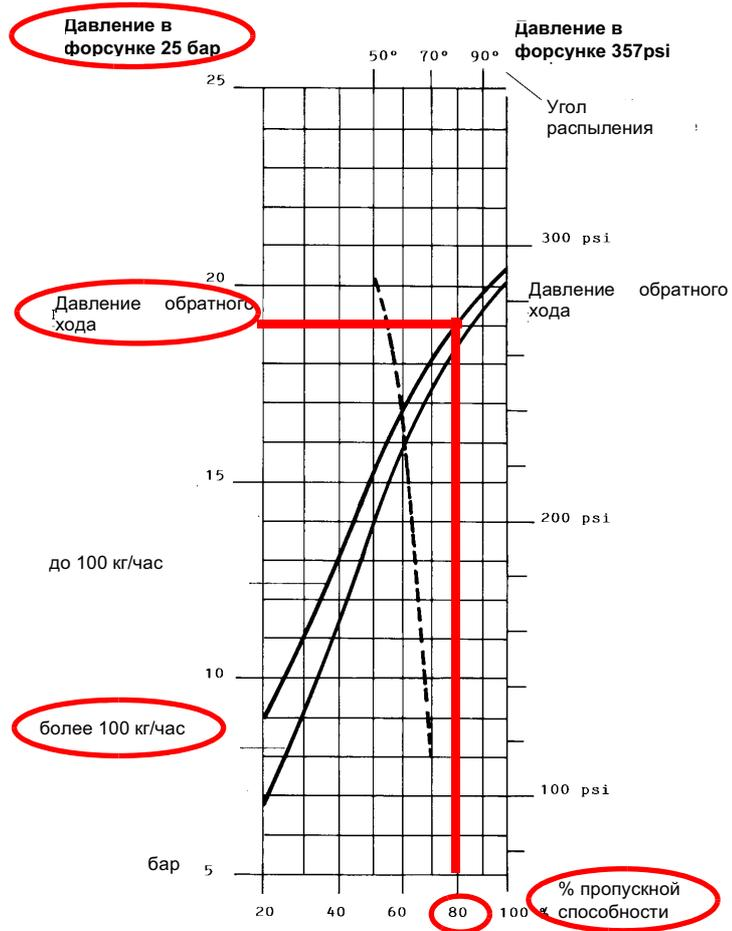
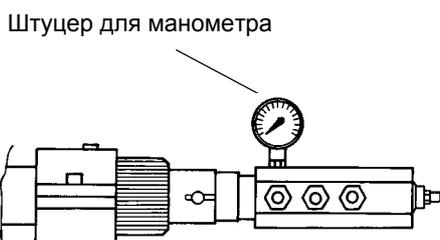
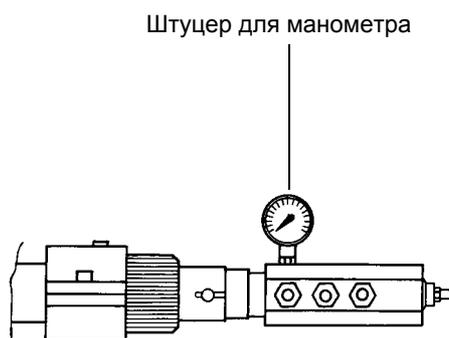

Рис. 28
Рис. 30
Рис. 32
Расход мазутного топлива регулируется за счет выбора форсунки (противопоточного типа), соответствующего мощности котла и типу применения размера, а также регулировки давления на прямом и обратном ходе жидкого топлива, согласно данных, указанных в таблице и на графике на Рис.28 (для считывания давления - читайте последующие параграфы).
Пример : 80% номинального расхода на форсунке можно получить, если установлены форсунки с расходом более 100 кг/час, при давлении на обратном ходе примерно равном 18 бар (см. график на Рис. 28).
- 9 Давление питания форсунки уже отрегулировано заранее на заводе-изготовителе и не должно изменяться. Только в случае необходимости, отрегулировать давление питания (см. соответствующий параграф) следующим образом: установить манометр в положение, указанное на Рис. 30, воздействовать на регулировочный винт VR насоса (см. Рис. 29) до получения на форсунке давления в 25 бар (форсунки Fluidics - см. график на Рис. 28);
- 13 Смещать кулачок **V** (малое пламя на мазутном топливе) в сторону минимальной мощности, с тем, чтобы сервопривод начал закрываться, до тех пор, пока два подшипничка не совместятся с регулировочным винтом, относящимся к самой низкой точке: закручивать винт **V2** для увеличения расхода, откручивать - для уменьшения, с целью получения значения давления, как на графике на Рис.28, на основании требуемого расхода.
Давление питания форсунки уже отрегулировано заранее на заводе-изготовителе и не должно изменяться. Только в случае необходимости, отрегулировать давление питания (см. соответствующий параграф) следующим образом: установить манометр в положение, указанное на Рис. 32, воздействовать на регулировочный винт **VR** насоса (см. Рис. 29) до получения на форсунке давления в 25 бар (форсунки Fluidics - см. график на Рис. 28);